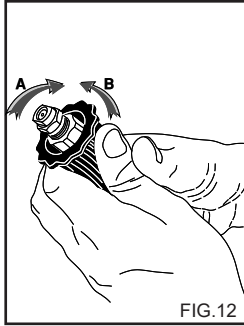

FIG.12
GEBRAUCHDESVERSTELLBAREN SPRÜHKOPFS (Fig.12).
2) Den Hochdruckreiniger anlaufen lassen, den Reinigungsmittelhahn (falls vorhanden) aufdrehen, die Steuerung für das Absaugen des auf der Lanze (Fig. 12) vorhandenen Reinigungsmittels betätigen und nun das Mittel von unten nach oben auf der ganzen, zu reinigenden Oberfläche verteilen. Ein paar Minuten lang einwirken lassen.